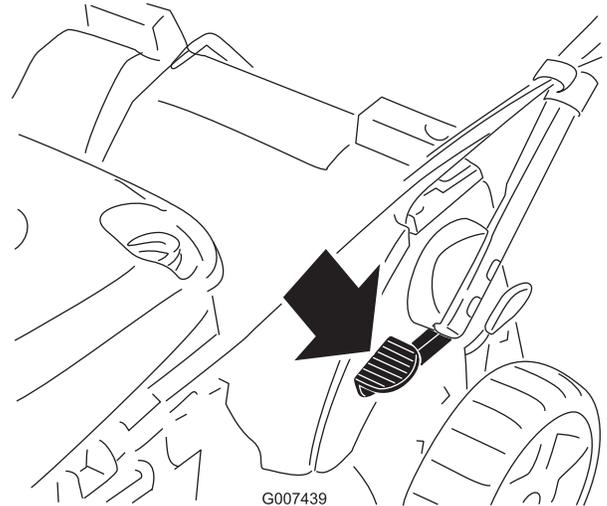

Bild 53
1. Treten Sie auf das Pedal und halten Sie es gedrückt (Bild 53).